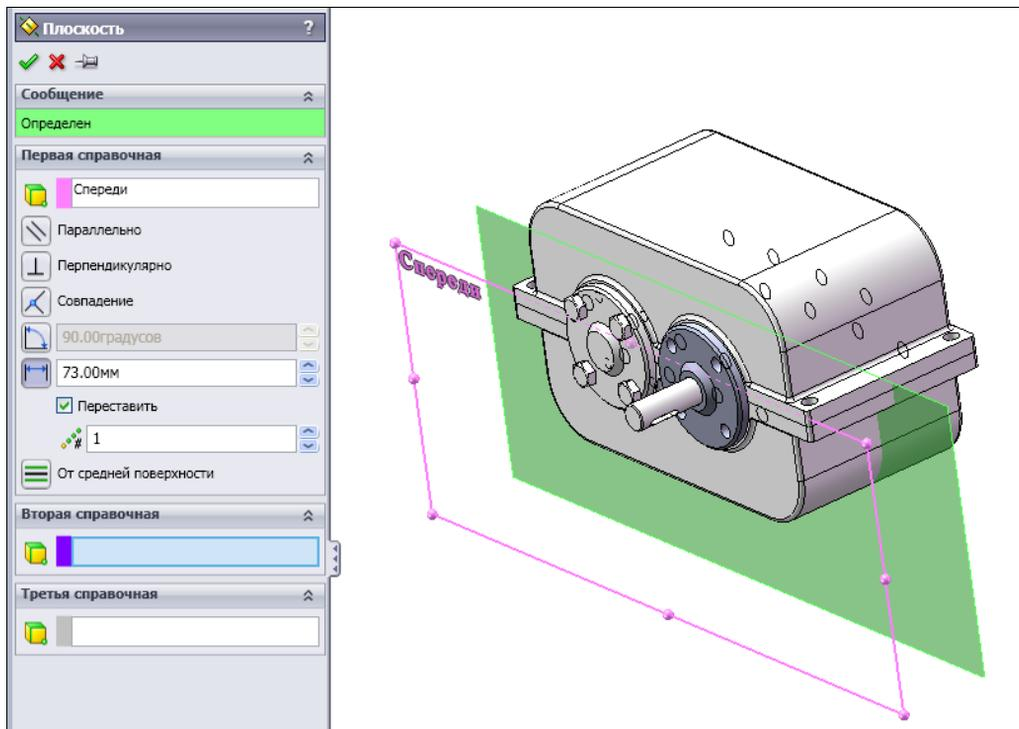

Рис. 6.51
28. Первая плоскость параллельна плоскости Спереди и находится от нее на расстоянии 73 мм. Для создания такой плоскости воспользуемся меню **Вставка | Справочная геометрия | Плоскость...** В разделе **Первая справочная** укажем плоскость **Спереди**, как справочный (базовый) объект для создания новой плоскости. В строке  — **Расстояние смещения** укажем расстояние между плоскостями 73 мм (рис. 6.51).